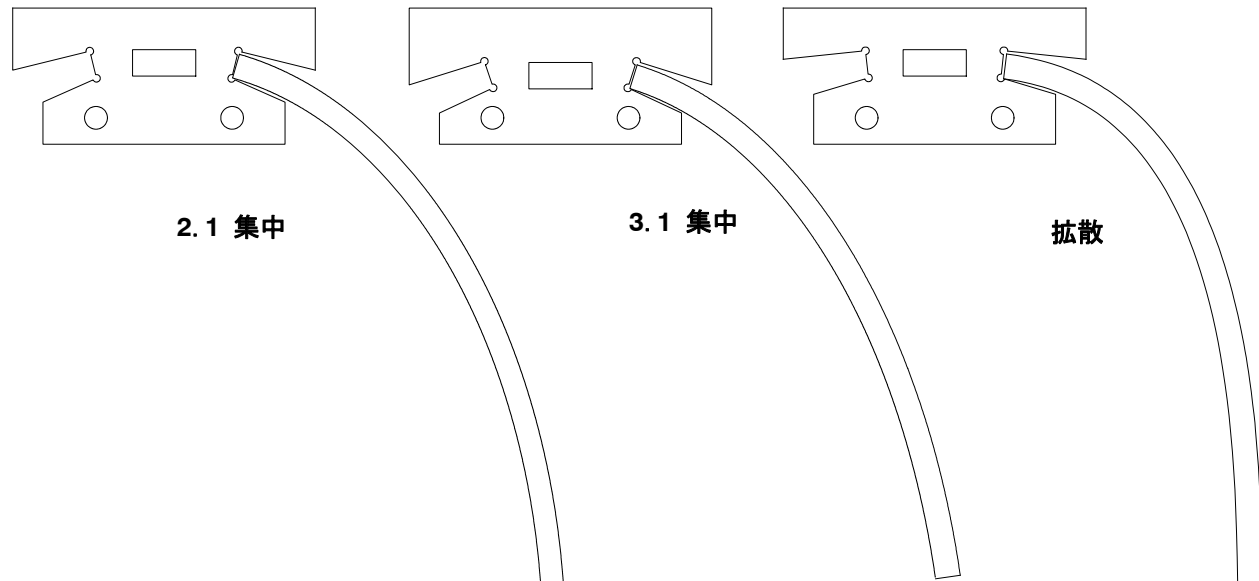

図 6-4 電球の取外しと交換。
4. 図6-4を参照。電球は、各末端をバネで内部固定ボアに固定されています。電球の両端をしっかりと掴んで、一端が抜け出るまで他方を固定ボア内へ押込みます。固定された末端がボアから取出せる分だけ、電球を慎重に側面へずらしします。電球をずらしすぎると、電球の末端の破壊することがあります。